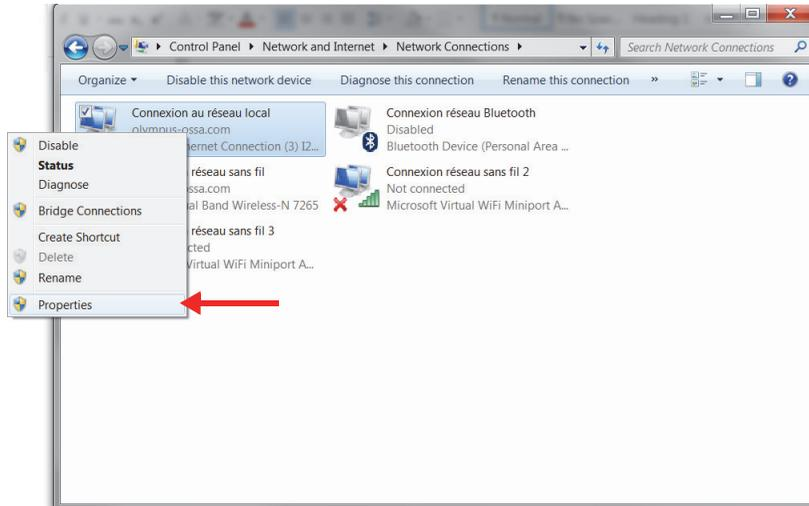

Figura 1-6 Selezione delle proprietà
2. Cliccare con il tasto destro del mouse sulla connessione di rete usata per il collegamento dell'unità FOCUS PX e in seguito cliccare su **Properties** (Proprietà) [vedi Figura 1-6 a pagina 28].